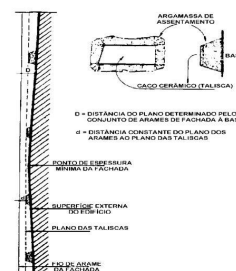

Figura 12 - Detalhe esquemático – taliscamento
- Na subida do balancim, colocar as taliscas sob os arames utilizando as galgas (Figura 12) de acordo com as medidas obtidas na planilha;